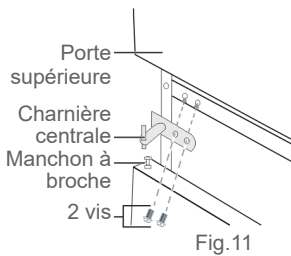

Fig.11
12. Installez la charnière centrale du côté gauche du caisson frigorifique avec deux vis (→ Fig. 11).